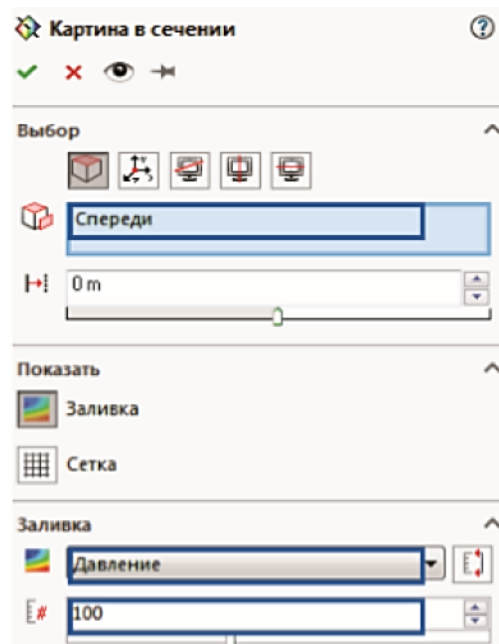

Рис.15 – Додавання «Картини в перетині»
13. Для виведення результатів розрахунку на екран в командному меню натискаємо ПКМ на команду «Картина в перерізі», після натискаємо «Додати». У діалоговому лівому вікні налаштовуємо виведення зображення (рис.15) для «Тиск». Дану операцію повторюємо для швидкості, температури і щільності. Після того як результати збережені, то «Картину в перерізі» можна приховати, натиснувши по ній ПКМ.